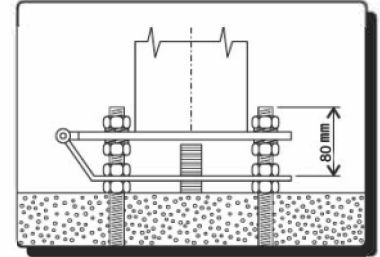
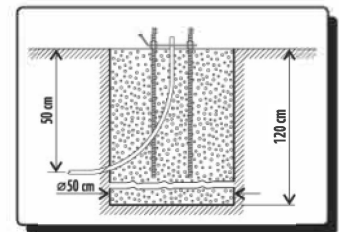
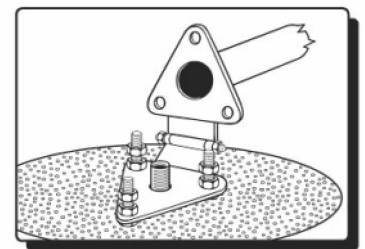

Fig. 2
Fig. 3
Fig. 4
5. Diametrul găurii în care se toarna fundația de beton va fi de aproximativ 50 cm iar adâncimea 120 cm în funcție de categoria terenului. Pentru betonarea prezoanelor de prindere filetate se folosește beton marca C12/15 ( B200, Bc15). Prezoanele de prindere filetate vor ieși 80 mm din fundația de beton Fig. 2. Propunem o variantă de turnare mai elegantă conform Fig. 3.
6. După circa 7 zile de la turnarea fundației se permite montarea dispozitivului de ridicare rabatabil, Fig. 4 reglându-se poziția de verticalitate. Propunem montarea unui tub flexibil în mijlocul fundației conform Fig. 3 în vederea posibilității alimentării cu 24 V prin transformator a sistemului de iluminat din vârful suportului de steag.